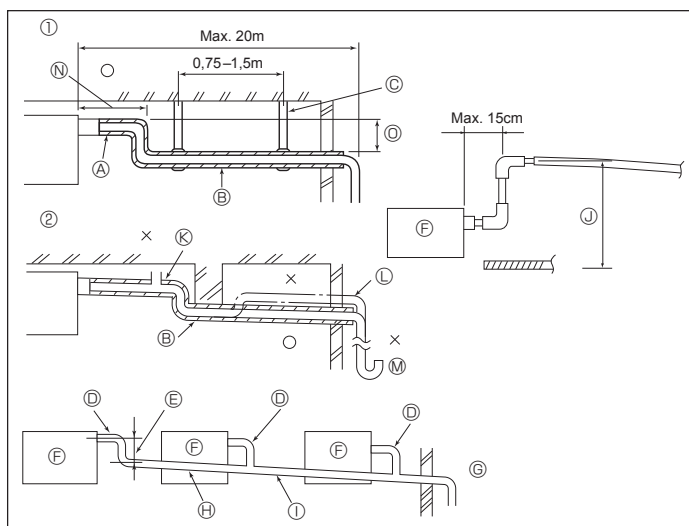

Abb. 3-4
- Ⓒ Bänder (groß) ④
- Ⓓ Rohrabdeckung ③
3.3. Verrohrung der Drainage (Abb. 3-4)
- ① Richtige Verrohrung
- ② Falsche Verrohrung